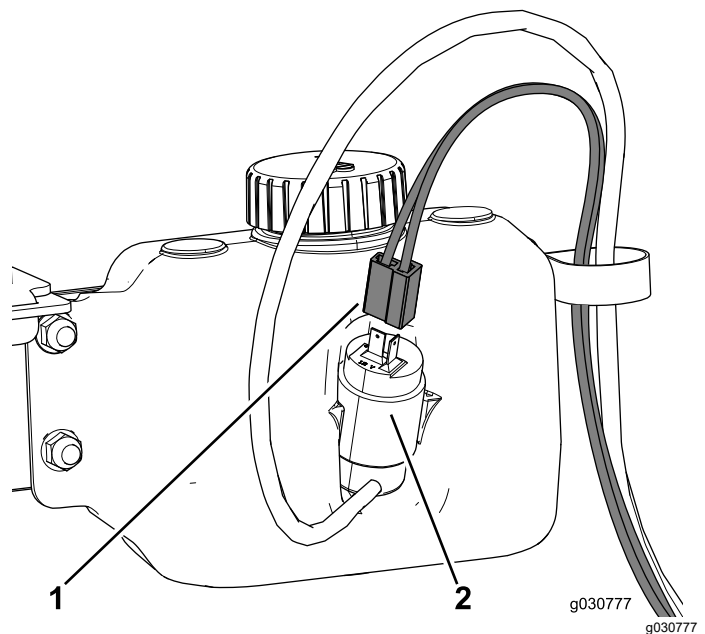

Bild 52
4. Verlegen Sie den Kabelbaum für die Flasche für die Scheibenwaschanlagenflüssigkeit durch die R-Klemme und schließen ihn an der Flasche an (**Bild 52**).